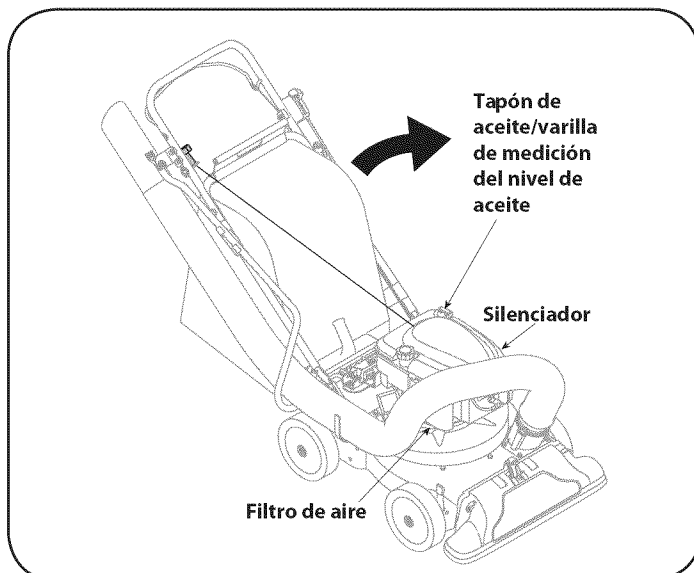

Figura 18
3. Quite la tapa/varilla medidora del nivel de aceite y drene el aceite al recipiente inclinando el motor hacia el tubo de llenado del aceite. Vea la Figura 18.